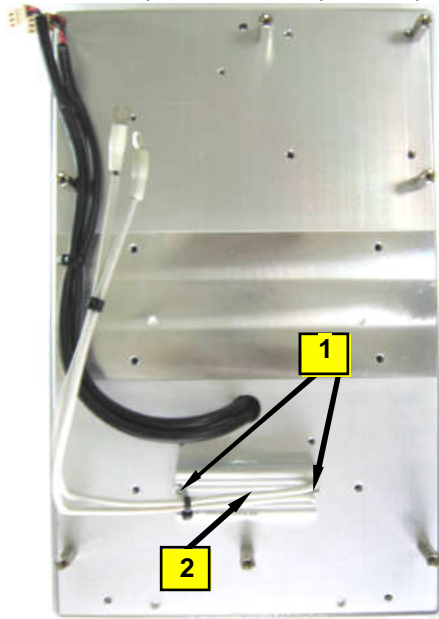

Рис. 6.10
- 6.7.4. Отвернуть два винта крепления «1» резистора «2» и снять его (рис.6.10).
7.1.3. Установить резистор «2» над отверстиями радиатора как показано на рис.6.10. и слегка притереть.